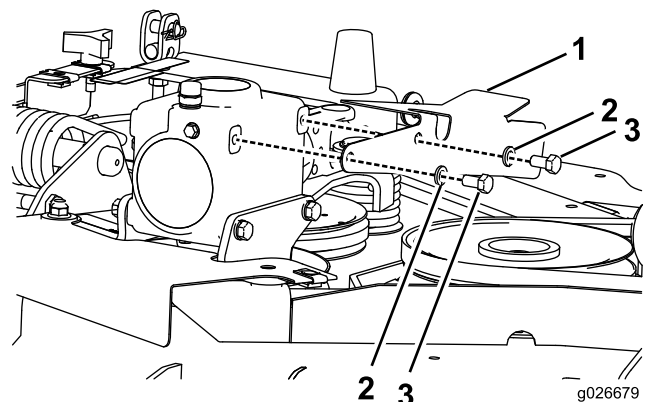

Figura 3
2. Coloque la cubierta del árbol de transmisión sobre la caja de engranajes, según se muestra en Figura 3.